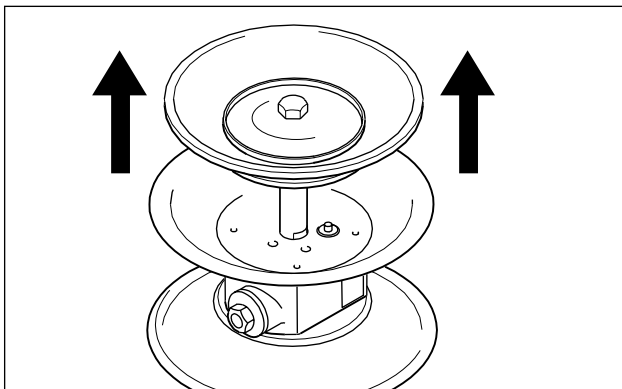

Рис. 11: Вынимание поршневого штока.
- Ослабьте внешнюю тарелку диафрагмы и снимите с диафрагмой (рис. 11). В случае насосов с пластмассовой оболочкой, предварительно навинтите пластмассовую крышку (начиная с DL25).
- Вынуть поршневой шток со второй мембраной из среднего блока и демонтировать вторую мембрану (Рис. 11).